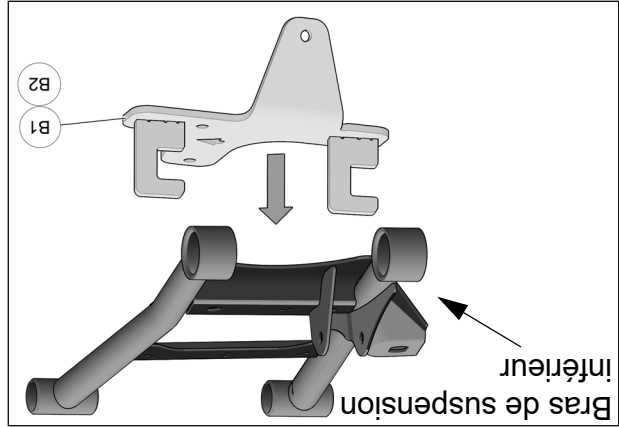

Fig. 3
4. Positionner l'ancrage anti-rotation (B1-B2) sous le bras de suspension arrière; les ouvertures en « C » doivent se positionner aux tubes du bras de suspension. Voir la Fig. 3